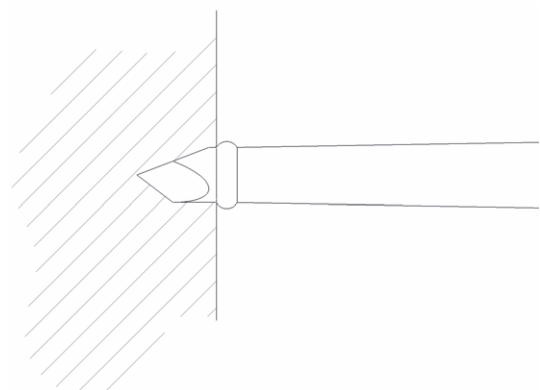

Fig. 1 Trépano totalmente inserido
- ▶ Nunca inserir o trépano para além do rebordo, ver Fig 1.